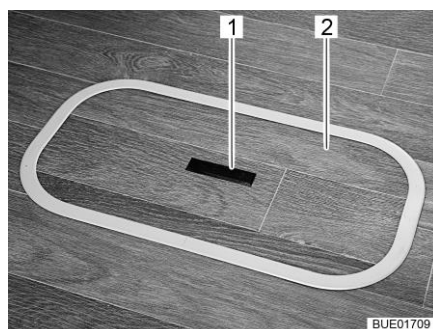
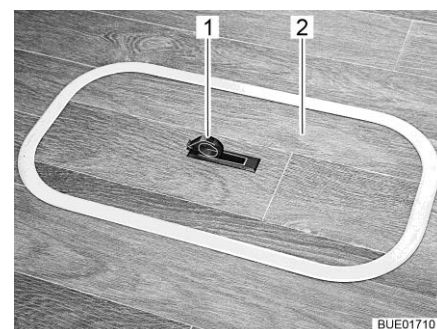

Fig. 87 Copertura scomparto del pavimento (maniglia abbassata)
Fig. 88 Copertura scomparto del pavimento (maniglia alzata)
- Spingere la piastra di presa (Fig. 87,1) verso il basso da un lato. La maniglia (Fig. 88,1) viene ruotata verso l'alto.
- Rimuovere la copertura (Fig. 87,2 o Fig. 88,2) tirandola verso l'alto.